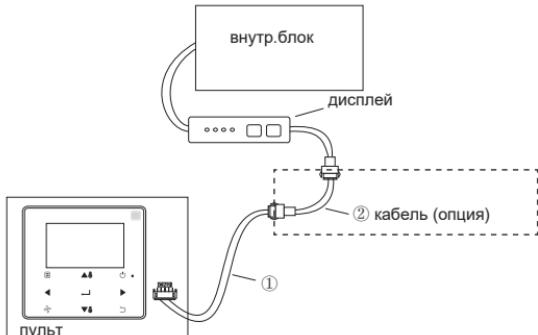

Рис.12
2-5-6 Для ВБ с DC моторами, отличного MDI2, проводной пульт необходимо подключить к 5-проводному терминалу на дисплее ВБ через порт CN2. См. Рис.12. Существует стандартный набор соединительных кабелей ①.